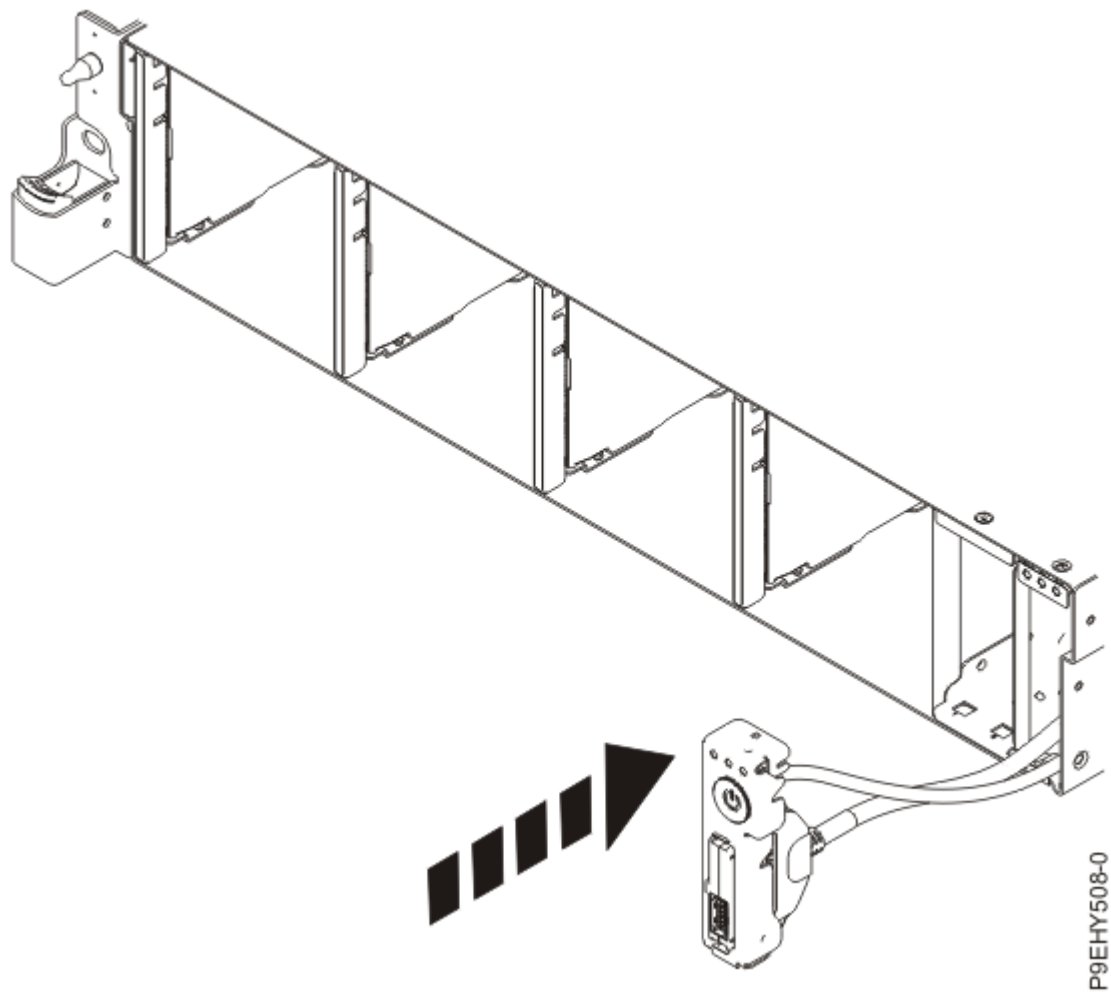

図 42. システム・バックプレーンへの前面 USB ケーブルの再取り付け
4. USB ケーブルおよび電源スイッチおよびケーブルをシステムに挿入します (60 ページの図 42 を参照)。ケーブルは慎重にシステム・バックプレーンを通して配線してください。